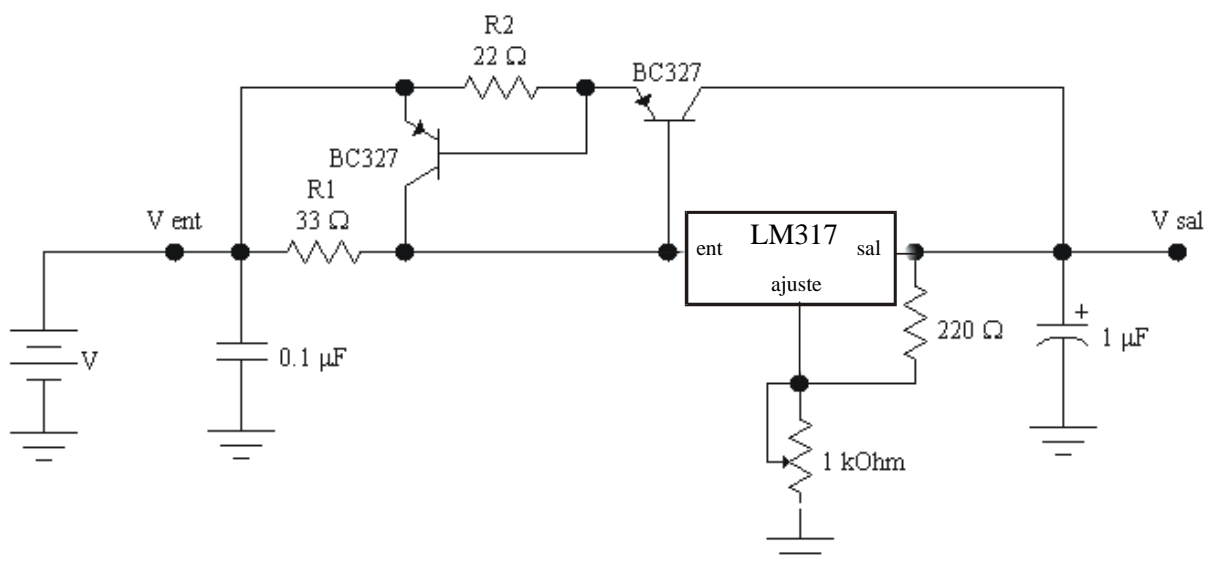

Figura 2
- 2.1. Armar el circuito de la Figura 2. En R1 emplear la resistencia de 33 Ω – ¼ W.